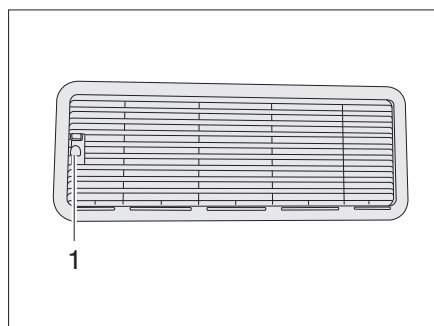

Fig. 89 Griglia di aerazione del frigorifero
- Premere sul bloccaggio (Fig. 89,1).